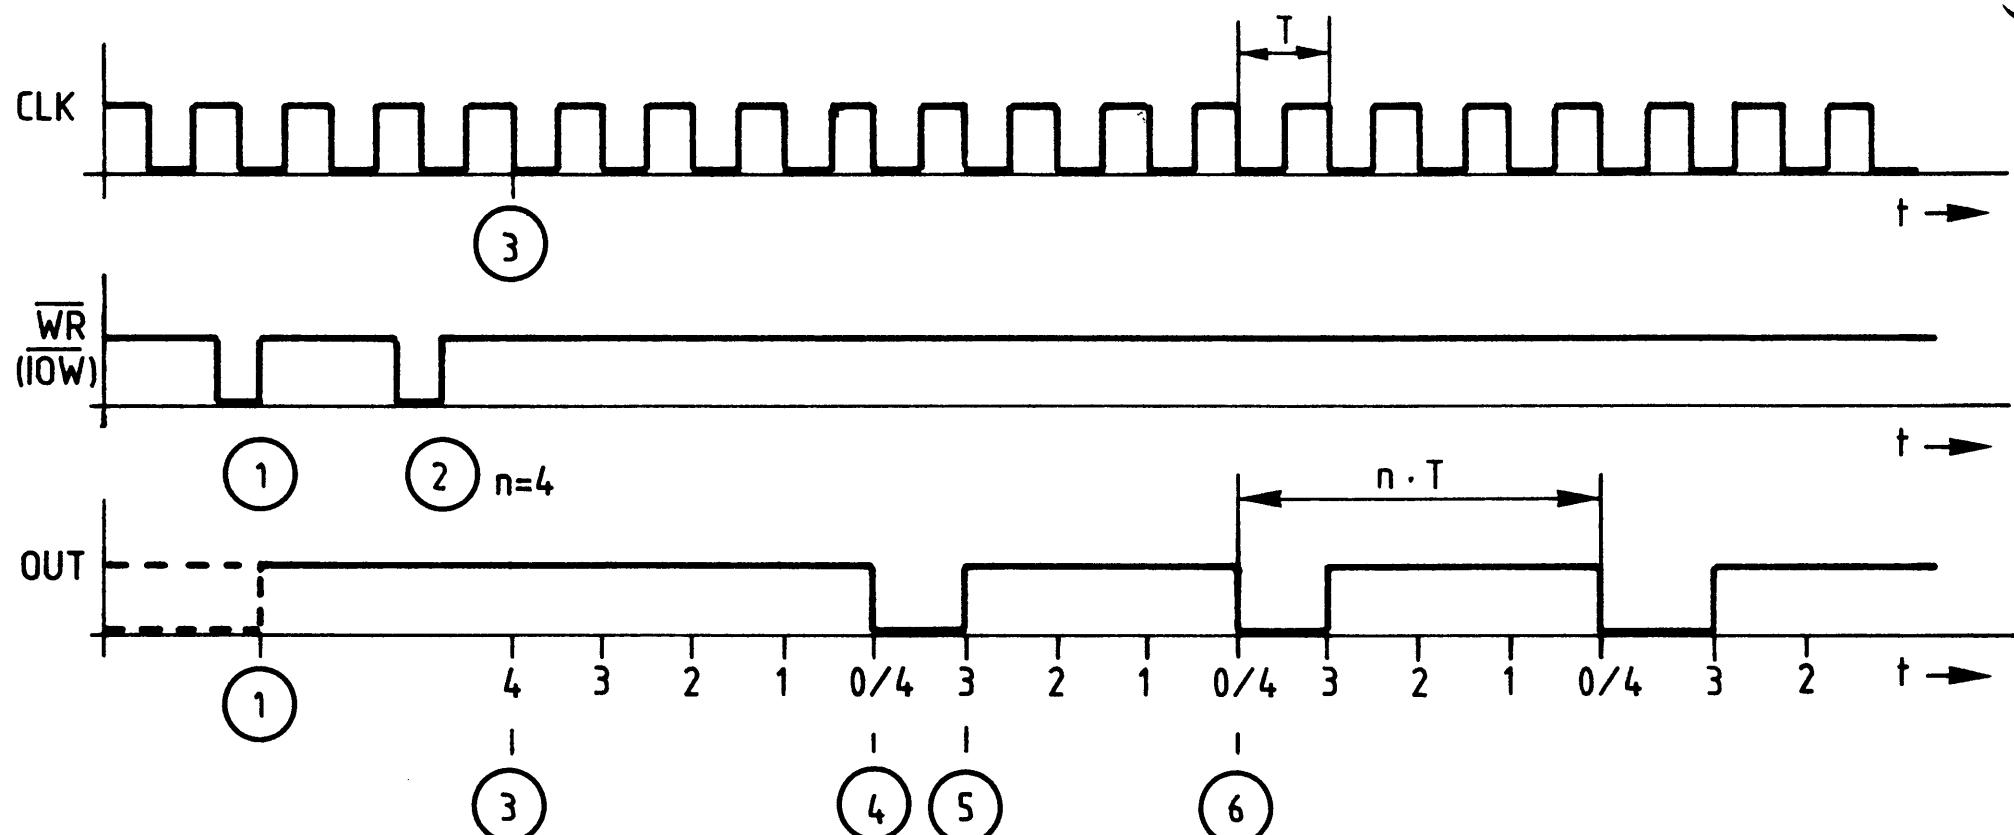

Bild 18: Impulsdiagramm zur Betriebsart 2
Bild 18 zeigt das Wesentliche der Betriebsart 2 im Impulsdiagramm.
Erläuterungen zu Bild 18:
- (1) Mit der positiven Flanke des WRITE-Signals ("IOW") wird das Steuerwort für die Betriebsart 2 in das Steuerwort-Register des Zählers geschrieben. Der Ausgang "OUT" führt nun H-Signal, der Zähler arbeitet noch nicht.
- (2) Nun wird der Zähleranfangswert bzw. der gewünschte Teilkoeffizient mit einem oder mit zwei Schreibzyklen in das Zwischenregister geladen. In Bild 18 ist dies der Wert "4" mit einem Zyklus.
- (3) Durch den nächsten Takt erfolgt die Übernahme des Zähleranfangswertes vom Zwischenregister in den Zähler, die Zählung beginnt. Mit jedem weiteren Takt verringert sich der Zählerstand um den Wert "1".
- (4) Vier Takte nach der Zählerübernahme ist der Zählerstand "0" erreicht, und "OUT" nimmt für eine Taktperiode L-Pegel an. Gleichzeitig wird der Zähleranfangswert wieder aus dem Zwischenregister in den Zähler geladen.
- (5) Nach einem Takt führt "OUT" wieder H-Signal, der Zähler ist schon um 1 verringert.
- (6) Vier Takte nach der letzten Nullstellung des Zählers zum Zeitpunkt (4) ist wieder Null erreicht. Alle folgenden Perioden der Ausgangsspannung sind normal so lang wie die Taktperiode. Somit ist die Taktfrequenz durch  $n$  geteilt.
Im Impulsdiagramm von Bild 18 sind der Einfluß des GATE-Anschlusses und die Ladung eines neuen Zähleranfangswertes nicht berücksichtigt, weil dies nicht übersichtlich dargestellt werden kann. Entsprechende Hinweise finden Sie bei der Beschreibung der Merkmale dieser Betriebsart.